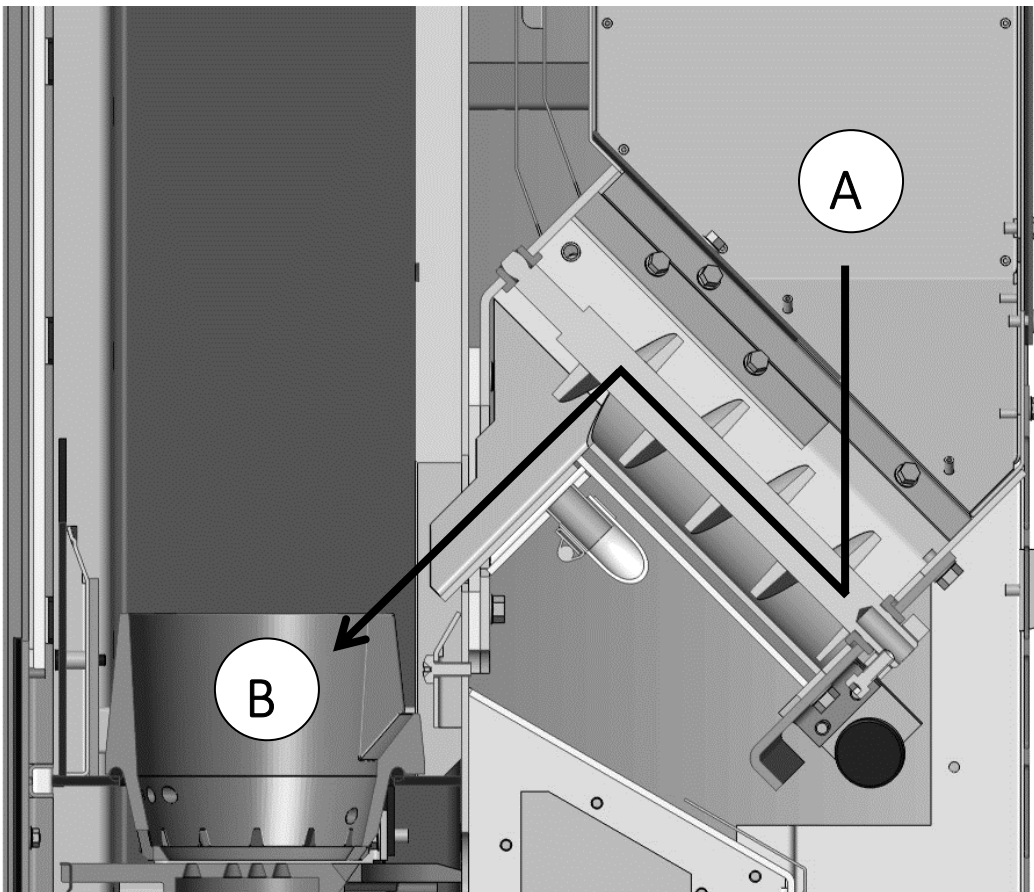

Fig. 43 : transport des pellets dans le PO 03
Lors du premier remplissage avec des pellets (Fig. 43) ou en cas de course à vide de la vis sans fin, il faut, dans un premier temps, que la vis sans fin transporte les pellets de sorte à leur permettre de tomber dans le pot brûleur (B). Dans ce cas, le processus de démarrage / l'allumage peut échouer, les pellets tombant trop tard dans le pot brûleur. Afin d'éviter cela, procédez conformément à la description ci-dessous. Ce processus dure environ 3 à 4 minutes et doit également être réitéré à chaque fois que le réservoir à pellets (A) est entièrement vide.